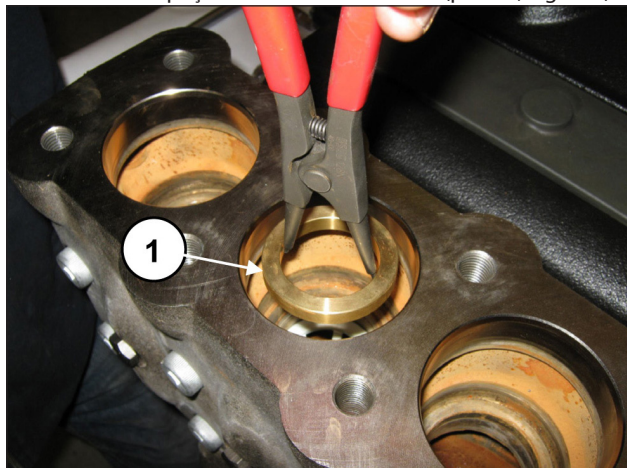

Fig. 101
Extraia o anel espaçador do local da válvula (pos. ①, Fig. 101).